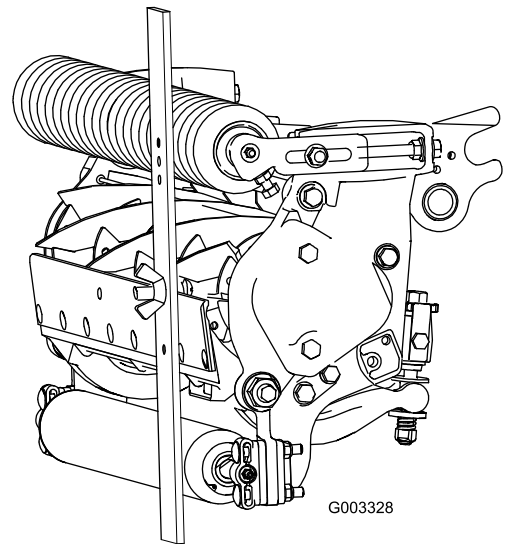

图20
4. 将螺丝头钩在底刀的刀刃上并将调刀尺的后端放到后滚筒上 图20。
5. 旋转调节螺丝直到前滚筒接触到调刀尺 图20。